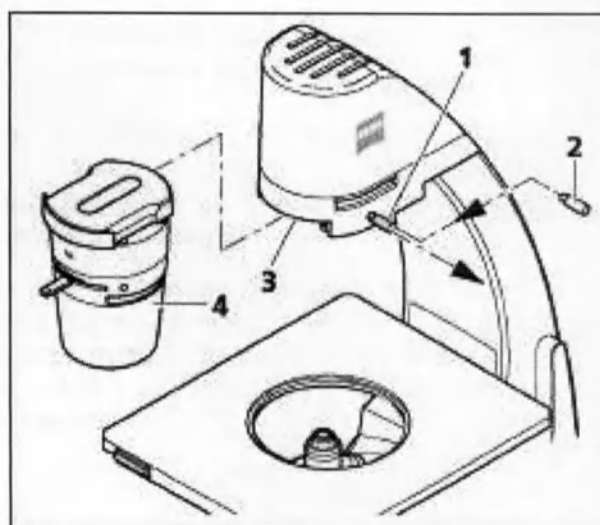

Рис. 4 Установка конденсора
- Вставьте конденсор (рис. 4/4) спереди в направляющую (рис. 4/3) и вдвиньте его до упора.
- Зафиксируйте конденсор, притягивая винт с накатанной головкой (рис. 4/1) klemmen.
Если винт с накатанной головкой для фиксации конденсора мешает работе с микроскопом или конденсор никогда не нужно заменять, то для фиксации конденсора вместо винта с накатанной головкой можно использовать прилагаемый винт с внутренним шестигранником (рис. 4/2).